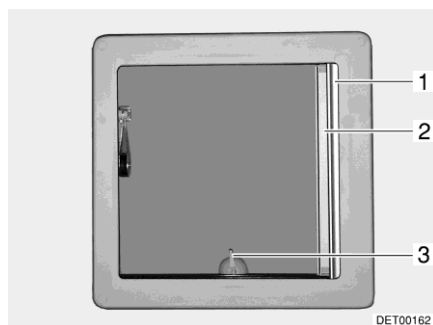
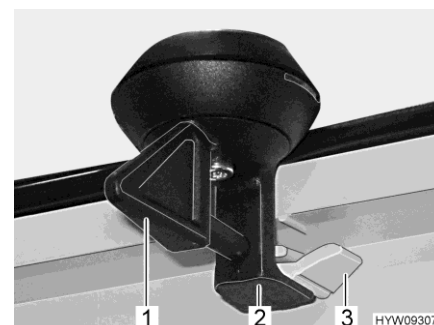

Fig. 28 Lanterneau basculant
Fig. 29 Verrouillage (lanterneau basculant)
- Tourner le levier (Fig. 28,3 ou Fig. 29,1) d'un quart de tour.
- Tourner le levier d'un quart de tour. Le dispositif de verrouillage (Fig. 29,2) doit pénétrer dans le cran d'arrêt inférieur (Fig. 29,3).
- Retirer le dispositif occultant plissé (Fig. 28,1) et le relâcher lorsqu'il a atteint la position voulue. Le dispositif occultant plissé reste alors à cette position.
- Tirer la moustiquaire (Fig. 28,2) jusqu'à ce que le dispositif de verrouillage s'enclenche dans la partie opposée.